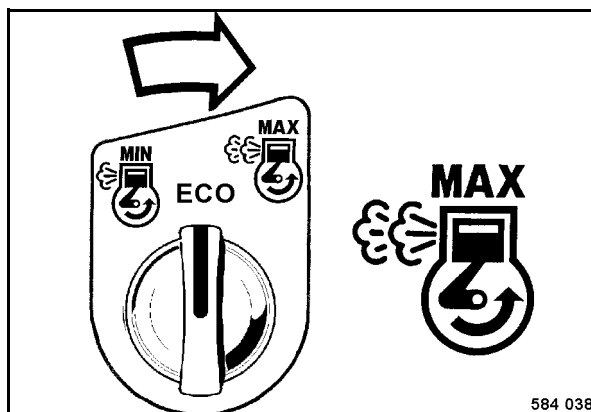

Fig. 75
- En la distancia de arranque hay que colocar el interruptor giratorio para el número de revoluciones del motor (Fig. 75) a „ECO“* ó „MAX“.